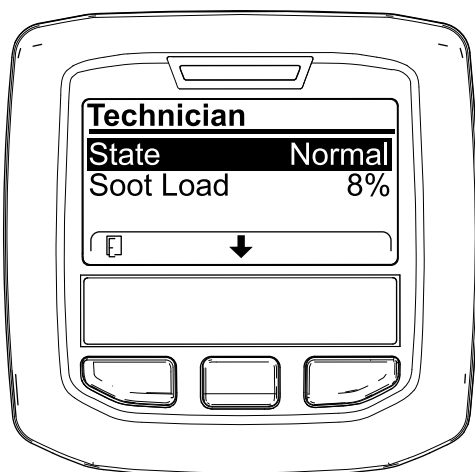

Figura 66
- Utilizai tabelul de operare DPF pentru a înțelege starea actuală a operării DPF (Figura 66).